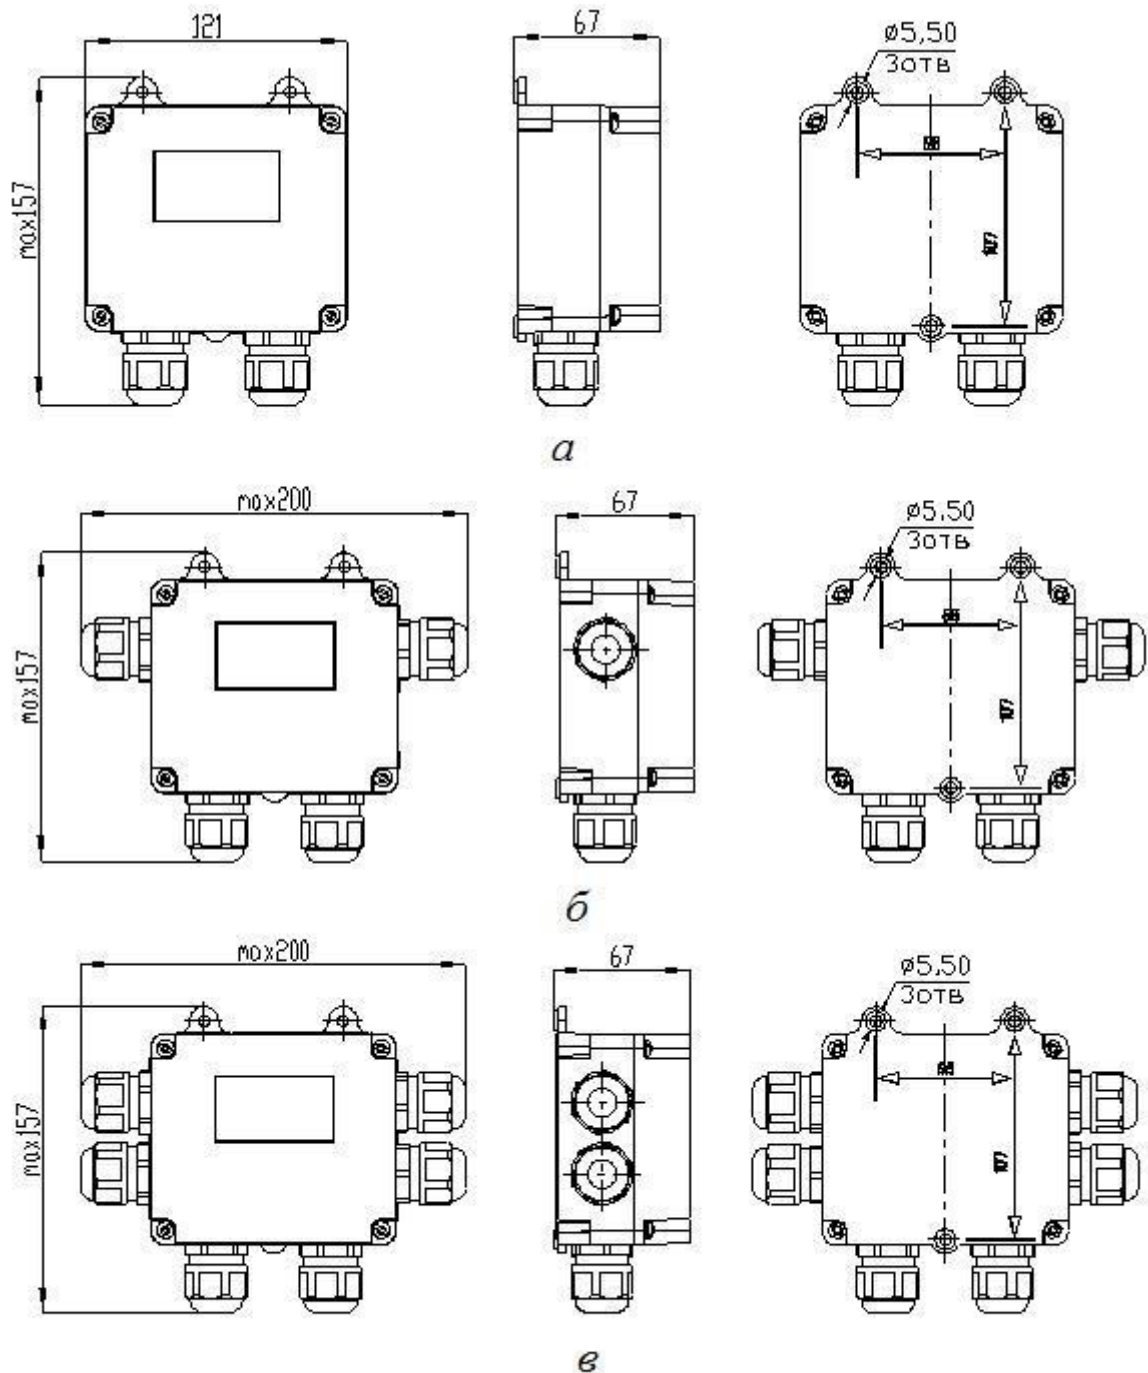

Рис. 1. Установочные и габаритные размеры устройства соединительного. а – два кабельных ввода; б – четыре кабельных ввода; в – шесть кабельных вводов.
- 2.6. Габаритные и установочные размеры приведены на рис. 1.